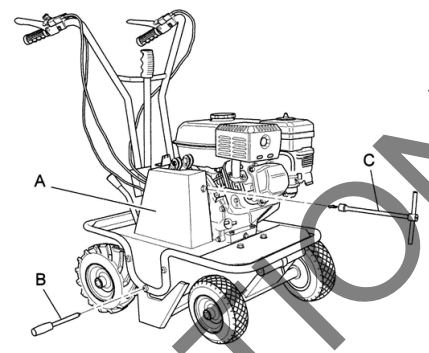

Fig. 6
- Retirer le garde de métal (fig. 6 ref. A), en le dévissant et en retirant les vis illustrées sur la figure 6, ref. B et C.